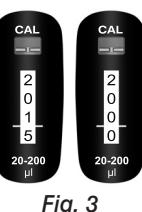

Fig. 3
dépasser la valeur à régler (fig 3).
- Si le volume demandé est supérieur à la valeur réglée sur le compteur, il faut augmenter la valeur du compteur jusqu'à une valeur supérieure au volume demandé d'environ 1/3 de tour du bariillet le plus bas. Ensuite, en tournant lentement la vis (fig. 1B), il faut réduire la valeur réglée jusqu'à la valeur demandé (fig. 3).